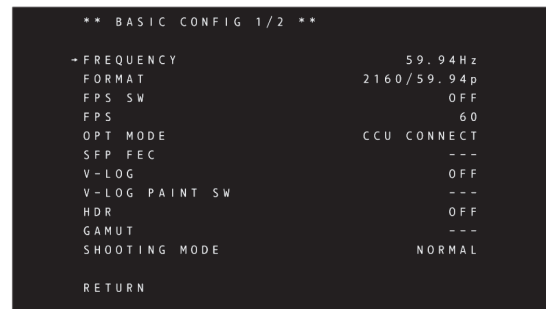

図 2
- 7 〈SELECT〉ダイヤルボタンを回して [FREQUENCY] にカーソル（矢印）を移動させる。（図 2）